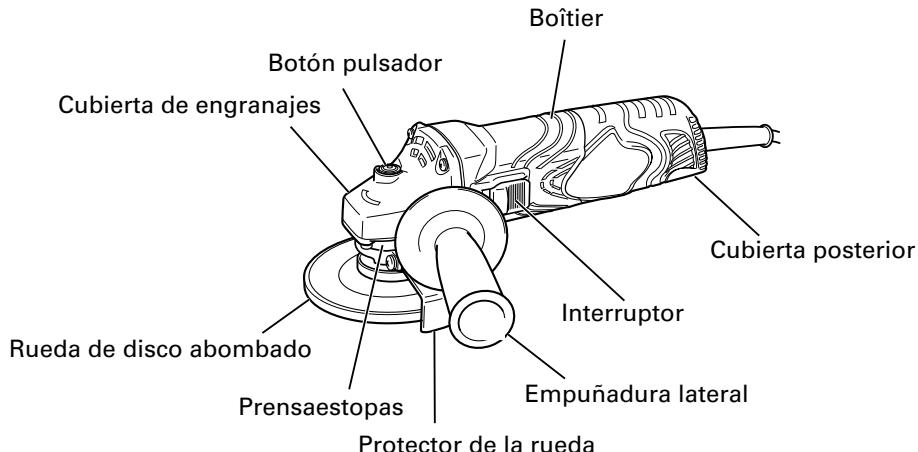

Fig. 1
**1. Sujete firmemente la amoladora por su carcasa y la empuñadura lateral (Fig. 1).**